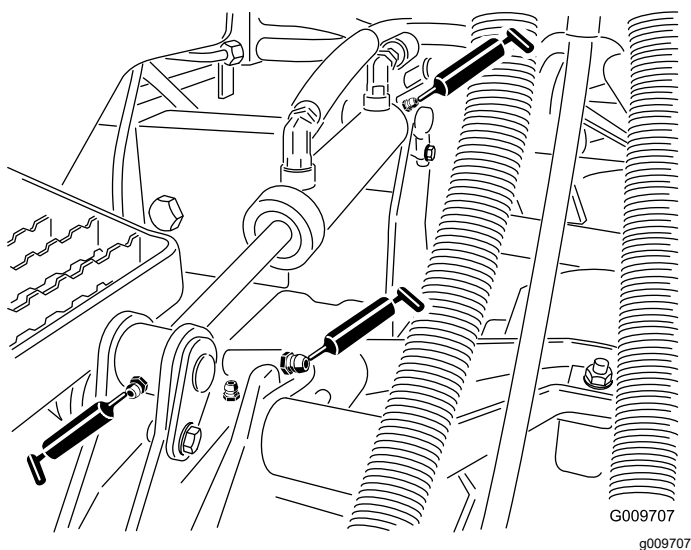

Figure 39
- Bagues de bras de levage (1 par unité de coupe), comme montré à la Figure 39.
- Bagues de vérin de levage (2 par unité de coupe), comme montré à la Figure 39.